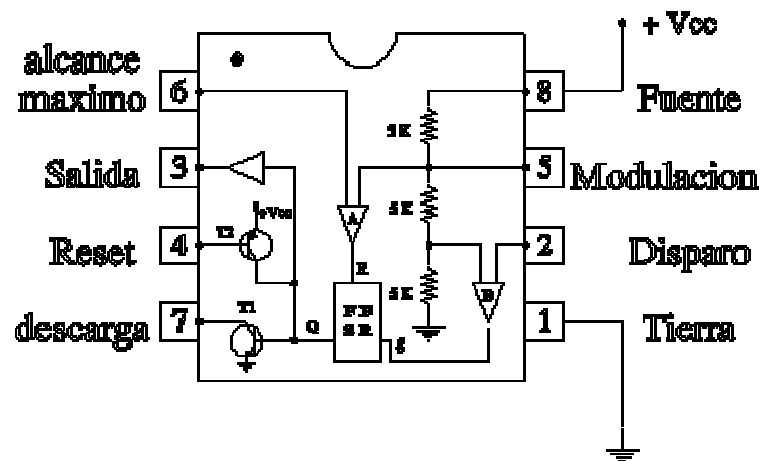

Figura 8.1.- El circuito temporizador 555.
*Se alimenta de una fuente externa conectada entre sus terminales (8) positiva y (1) tierra; el valor de la fuente de alimentación se extiende desde 4.5 Volts hasta 16.0 Volts de corriente continua, la misma fuente exterior se conecta a un circuito pasivo RC exterior, que proporciona por medio de la descarga de su capacitor una señal de voltaje que esta en función del tiempo, esta señal de tensión es de 1/3 de Vcc y se compara contra el voltaje aplicado externamente sobre la terminal (2) que es la entrada de un comparador como se puede apreciar en la figura 8.1*